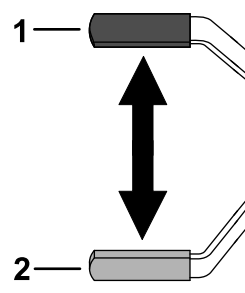

Figura 14
- Per inserire il freno di stazionamento, tirate indietro e verso l'alto la leva del freno (Figura 14).
- Per disinserire il freno di stazionamento, tirate indietro la leva e poi in basso (Figura 14).